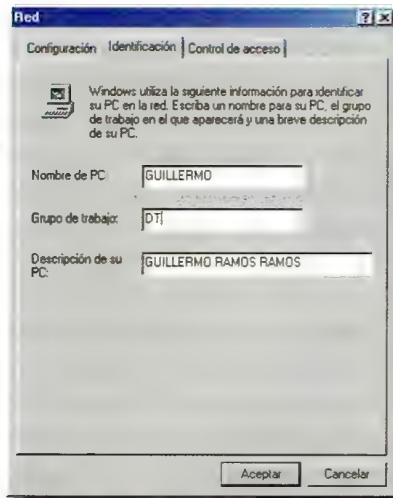

Figura 6. Identificación de la computadora
1. En el *Panel de control*, haga clic en el icono *Red* y después en la ficha *Identificación*, figura 6.